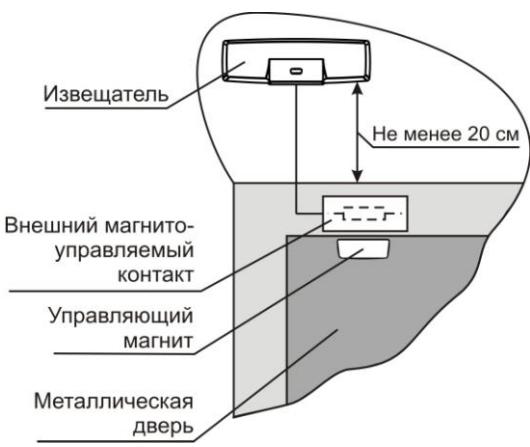

Рисунок 5
8.1.4 Вариант размещения извещателя для блокировки металлической двери (рисунок 5).
- Для контроля **только внешних** магнитоуправляемых контактов (рисунок 5) установить перемычку на вилку **Ext**, снять перемычку с вилки **Int**.